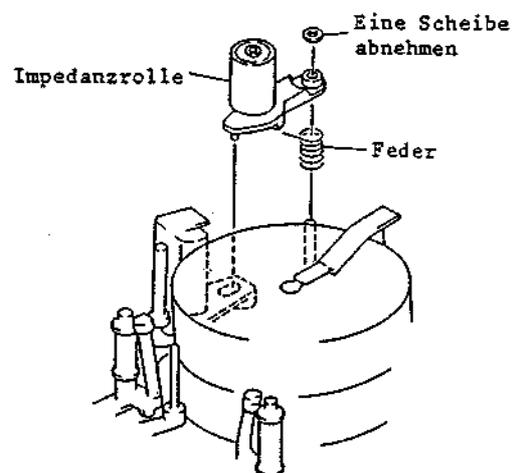

Abb. 2-66 Ausbau der Impedanzrolle
(Abb. 2-66)
1. Eine (1) Sicherungsscheibe der Impedanzrolle abnehmen (siehe Abb. 2-66).